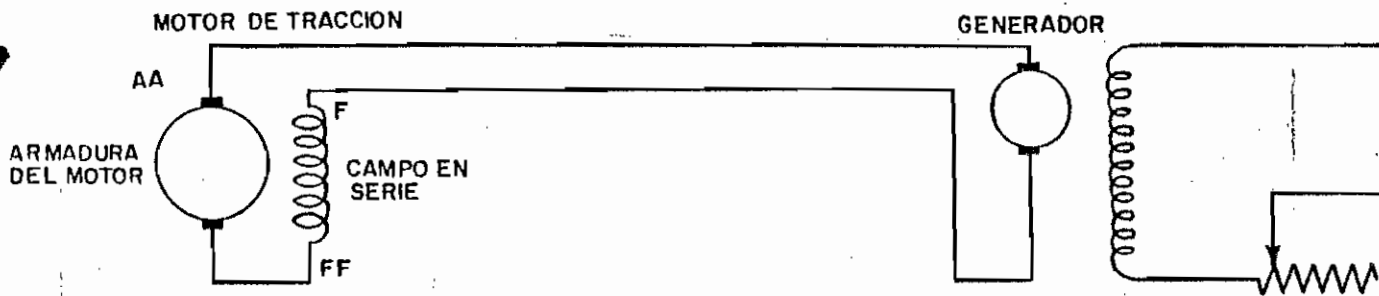

Fig. 8. Diagrama de conexiones para el funcionamiento del motor de tracción por intermedio de un equipo de soldadura
b. Unanse los cables de conexión del motor "A" y "FF." Conéctense los cables de conexión "AA" y "F" a una fuente de potencia exterior, tal como un equipo de soldadura (de 3 a 5 KW a 75 voltios) (véase la Fig. 8).